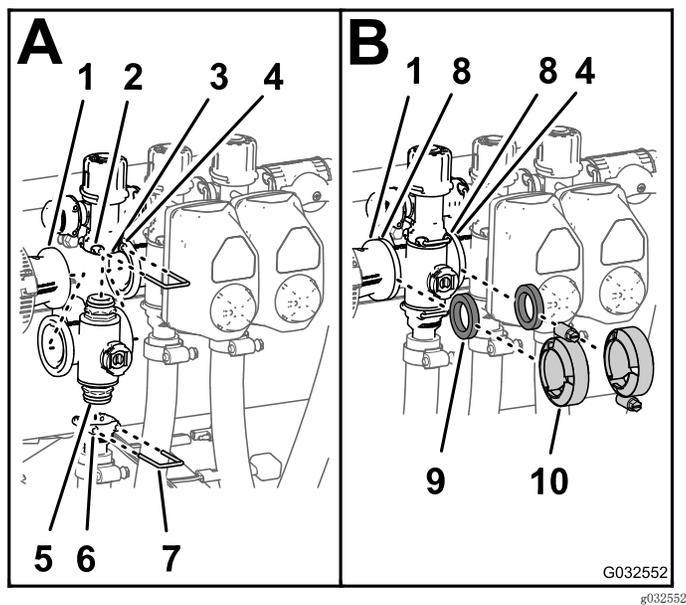

图116
1. 将歧管阀的上端盖接头插入旁通阀接头（图116 A）。
- 将卡环插入旁通阀接头的插槽，从而将端盖接头固定至旁通阀接头（图116 A）。
- 将出口接头组装到歧管阀的下端盖接头上（图116 B）。
- 将卡环插入出口接头的插槽，从而将端盖接头固定至出口接头（图116 A）。
- 在异径管接头凸缘与喷洒臂段阀歧管之间放一个垫片（图116 B）。
- 以手动夹紧夹具的方式，组装异径管接头、垫片和喷洒臂段阀歧管（图116 B）。
- 如果要安装最左边的 2 个喷洒臂段阀，请在两个相邻喷洒臂段阀歧管的凸缘之间放一个垫片（图116 B）。
- 使用夹具组装 2 个相邻喷洒臂段阀歧管和垫片，并用手夹紧夹具（图116 B）。